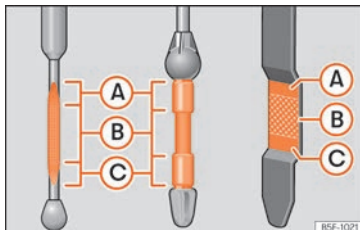

Abb. 288 Ölmesstab
- Den Messstab anschließend wieder herausziehen und den Ölstand ablesen »» **Abb. 288**. Füllen Sie gegebenenfalls Motoröl nach.
- Wenn der Ölstand mindestens den Bereich »» **Abb. 288** (B) erreicht hat, vorsichtig den Deckel des Einfüllstutzens aufschrauben »» ⓘ.
Liegt der Ölstand über dem Bereich »» **Abb. 288** (A), starten Sie den Motor bitte
Der Ölstand darf keinesfalls über dem Bereich »» **Abb. 288** (A) stehen, andernfalls könnte Öl über die Entlüftung der Motorölwanne angesaugt werden und über die Abgasanlage in die Atmosphäre gelangen.